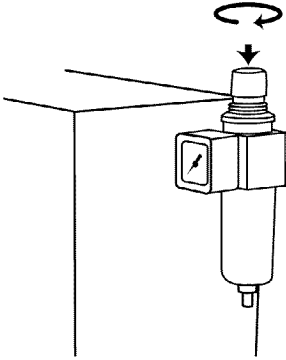

Figura 6
6. Cuando la presión en el indicador del regulador llegue a 65psi, trabe la perilla en esa posición empujándola firmemente. (Ver Figura 6)